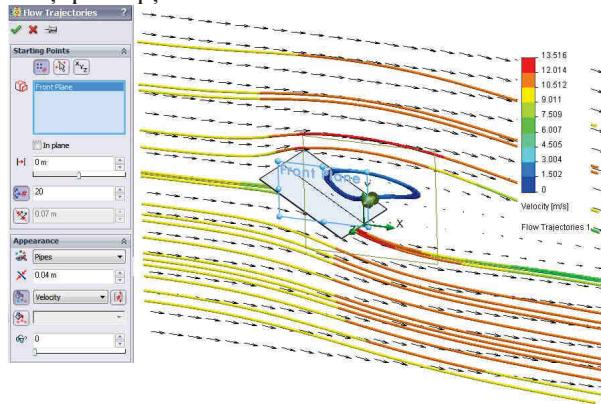

Fig. 15.22
- Click dreapta pe icoana **Flow Trajectories** și selecție opțiune **Insert**. Va apărea fereastra **Flow Trajectories**, fig. 15.22.
În fig. 15.22 peste curbele **Flow Trajectories** sunt suprapuși vectori generați prin opțiunea **Cut Plot**.